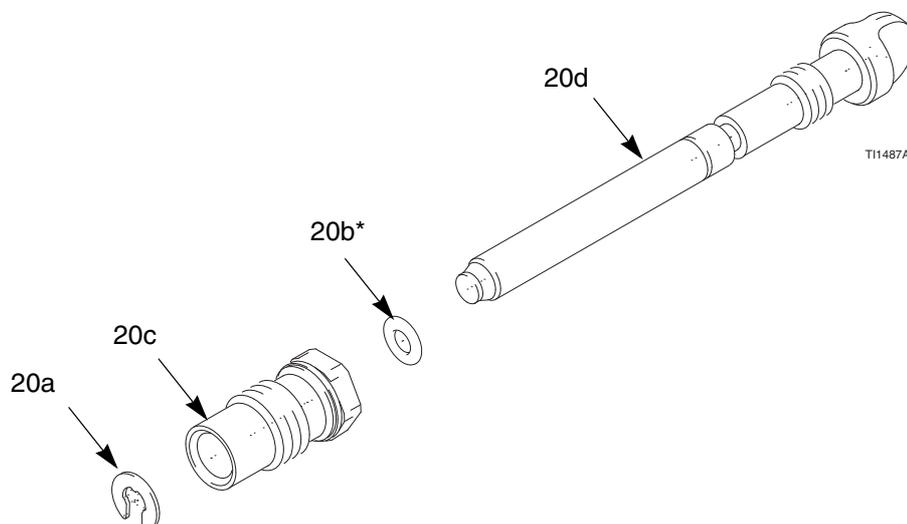

Fig. 19. Vanne de réglage de l'air du ventilateur
3. Retirez la bague de retenue (20a). Consultez la FIG. 19.